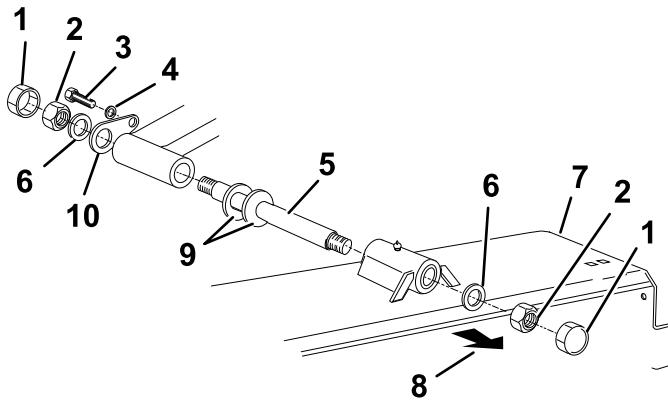

Bild 7
9. Befestigen Sie jede Schneideeinheit mit dem Lagerbolzen, zwei Sicherungsmuttern (M24), zwei Scheiben (M24), zwei Hutmuttern, einem Stifthalter, zwei Belleville-Scheiben (falls zutreffend), einer Stellschraube (M12 x 30 mm) und einer Federscheibe in der richtigen Stellung am Mäher (Bild 7).